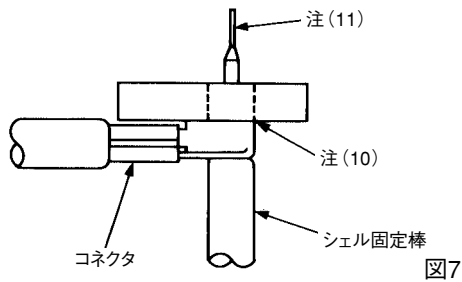

図7
- (1) 図7のように治具に設けられた穴にコネクタの嵌合部を挿入し、シェル固定棒を押し当てる。